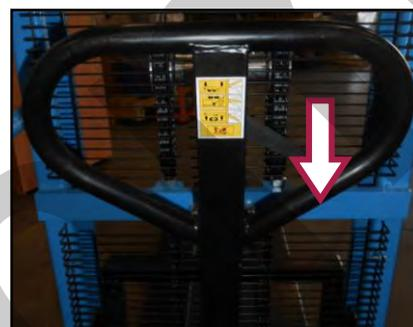

Figura 12 – Sollevamento delle forche.
2. Spingere verso il basso (in posizione b) la leva di comando della salita / discesa delle forche (vedere la Figura 12), per dare inizio alla fase di sollevamento.